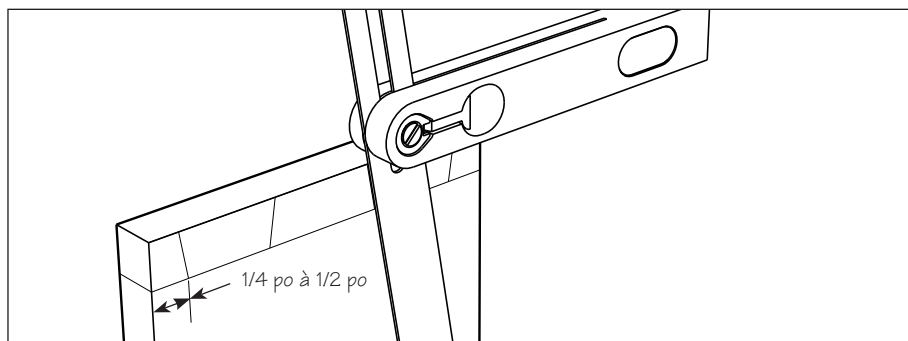

Figure 8 : Traçage des queues
7. Déterminer le nombre de queues de l'assemblage. Dans cet exemple, deux queues seront disposées de part et d'autre du centre de la pièce. Marquer l'emplacement des queues sur la pièce mâle avec la fausse-équerre et un crayon, en prenant soin de laisser au moins 1/4 po de matière pour les demi-contre-queues situées de chaque côté afin d'éviter que le bois fende durant l'assemblage. Voir la **figure 8**.